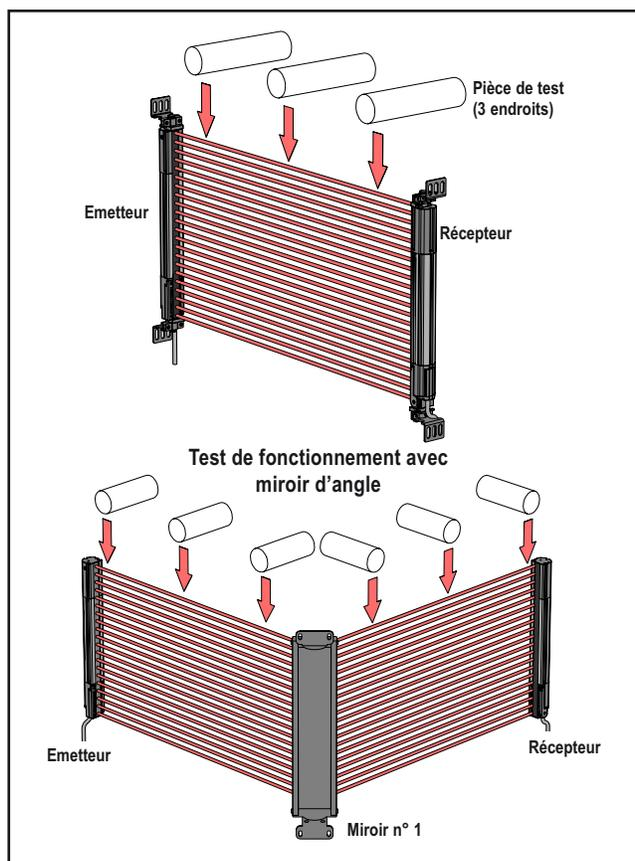

Figure 3-18. Test de fonctionnement du système EZ-SCREEN LP
- Introduisez la pièce de test dans la zone de détection à trois endroits différents : près de l'émetteur, près du récepteur et à mi-distance entre le récepteur et l'émetteur (Figure 3-18).
En cas d'utilisation de miroirs d'angle dans l'installation : Testez la zone de détection au niveau de chaque branche du faisceau de détection (entre l'émetteur et le miroir et entre le miroir et le récepteur, voir la figure 3-18).